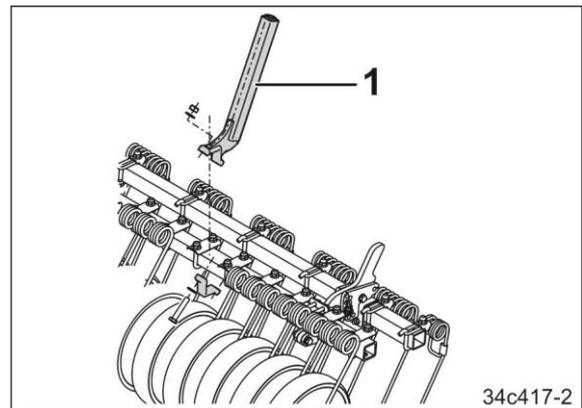

Fig. 505
1. Das Spindelunterteil (Fig. 505/1) am Rollenstriegel anschrauben: